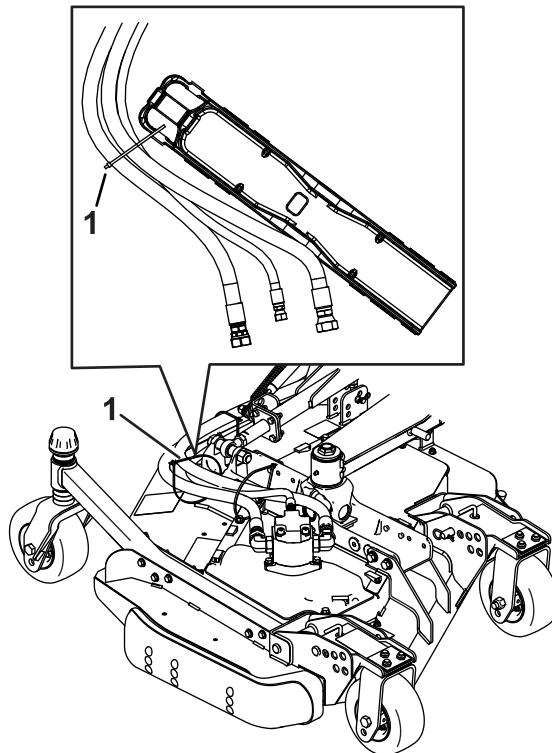

Рисунок 5
12. Установите кабельную стяжку (Рисунок 5).